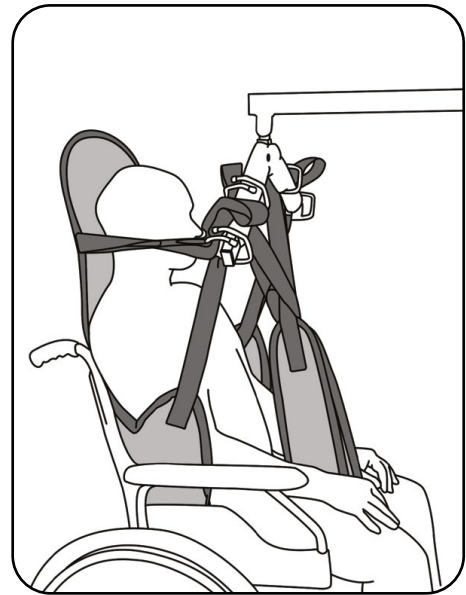

Abb. 8.2.03 – Anheben des Patienten
8. Hängen Sie die Schulterschlaufen, entsprechend dem Kapitel Vorbereitung Abschnitt **Transportbügel der aks-Patientenlifter**, an die Haken des Transportbügels (Abb. 8.2.03). Achten Sie auch hier auf die gleiche Einhängenposition der Schlaufen. Diese erkennen Sie an der farblichen Kennzeichnung der Schlaufen (siehe Kapitel Vorbereitung Abschnitt **Gurtschlaufen**).
9. Hängen Sie die Kopfschlaufen entsprechend dem Kapitel Vorbereitung Abschnitt **Transportbügel der aks-Patientenlifter**, an die Haken des Transportbügels (Abb. 8.2.03). Achten Sie auch hier auf die gleiche Position, erkennbar an der farblichen Kennzeichnung der Schlaufen. Wählen Sie die Position der Kopfschlaufen so, dass der Patient genügend Kopffreiheit zum Transportbügel hat.
10. Heben Sie den Patienten mit dem aks-Patientenlifter an (Abb. 8.2.03). Beobachten Sie dabei den Patienten und die Straffung des Liftergurtes. Korrigieren Sie gegebenenfalls den Sitz des Liftergurtes durch erneutes Ablassen des Patienten und Verschieben der ungünstig sitzenden Teile des Liftergurtes. Beobachten Sie während des gesamten Hebevorganges ständig den Patienten und den Sitz des Liftergurtes. Heben Sie den Patienten nur so hoch wie nötig.